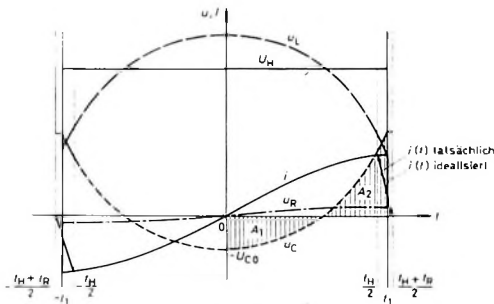

Bild 5. Spannungen und Strom im Ablensystemkreis
Der prinzipielle Verlauf dieser Spannungen ist im Bild 5 dargestellt. Um später mit einer geschlossenen Funktion rechnen zu können, wird der Gültigkeitsbereich der approximierten $i(t)$ -Funktion bis zu den Zeitpunkten $\pm t_1$ erweitert
Wie Bild 5 zeigt, erhält man den Mittelwert U_H der Hinlaufspannung am Ablensystemkreis als Summe der Spannungen an L und C zum Zeitpunkt $t = 0$. Für Gl. (3) bedeutet das
t_1 wird so gewählt, daß bei den aufeinanderfolgenden Integrationen der $i(t)$ - und der $(u_C + U_{C0})$ -Funktion nur ein vernachlässigbar kleiner Fehler auftritt (im Bild 5 ist der tatsächliche Verlauf von $i(t)$ dem zur Berechnung von U_{C0} angenommenen gegenübergestellt). Dies ist für